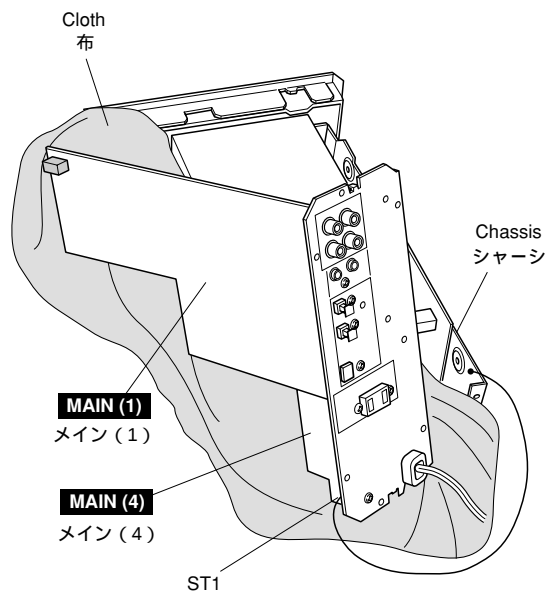
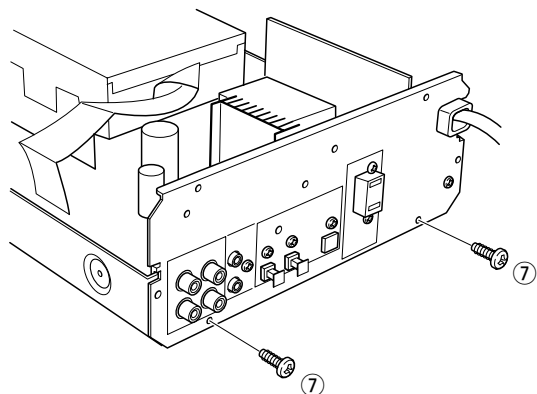

Fig. 5
Fig. 4
- Remove 2 screws (⑦) in Fig. 4.
- Remove the Main (1) P.C.B. from the chassis.
- Place the Main (1) P.C.B. and Main (4) P.C.B. as shown in Fig. 5 for servicing.
- ⑦ のネジ 2 本を外します。( Fig. 4 )
- Main (1) P.C.B. を外します。
- Main (1) P.C.B. および Main (4) P.C.B. を Fig. 5 のように置いて、動作チェックを行います。